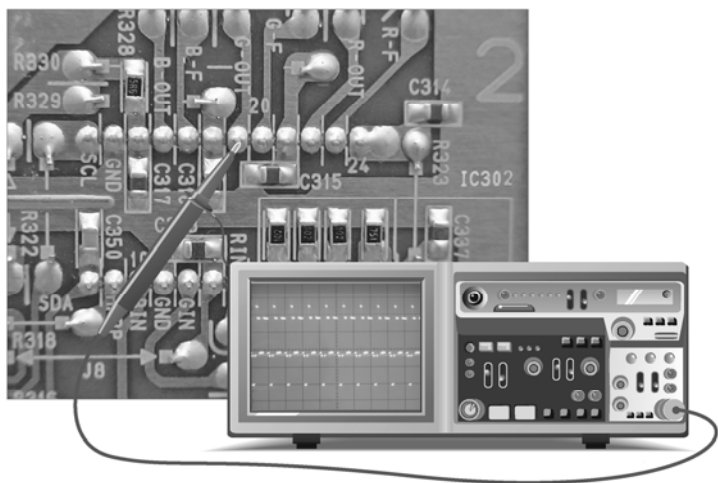

图 2-37 G 输出信号的检测
将示波器探头放到⑩脚上，对 G 输出信号进行检测，具体操作及波形如图 2-37 所示。若这个信号与前面的 R 输出信号的波形基本相同，则表明 G 输出信号正常。